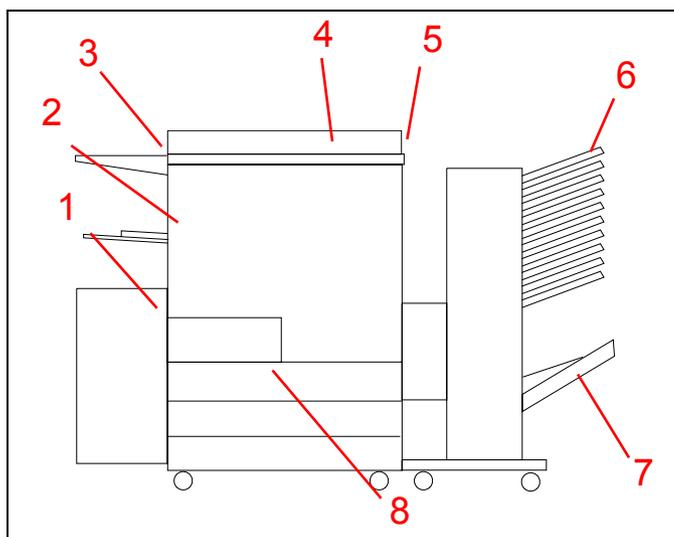

Figura 1
**Aponte** cada componente à medida que o descreve. Consulte a Figura 1.